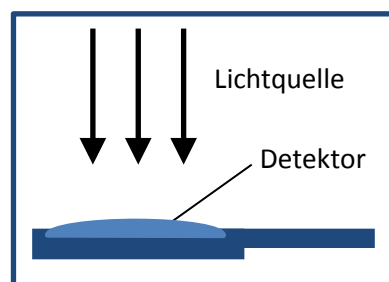

Abb. 1: Ausrichtung des Messgerätes
- Der Detektor des Luxmeters muss bei der Messung senkrecht zur Lichtquelle ausgerichtet werden (Abb. 1).